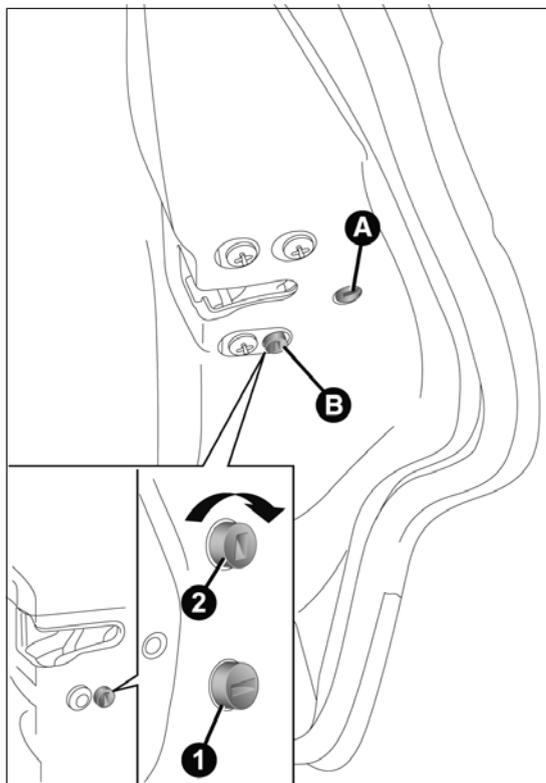
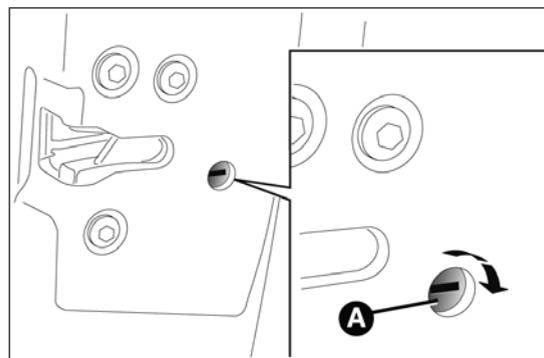

fig. 75
fig. 76
Le dispositif A fig. 75 peut être activé uniquement lorsque les portes sont ouvertes :
- insérer la pièce métallique de la clé de contact dans le logement A fig. 76 (porte avant côté passager) ou B fig. 75 (portes arrière) ;